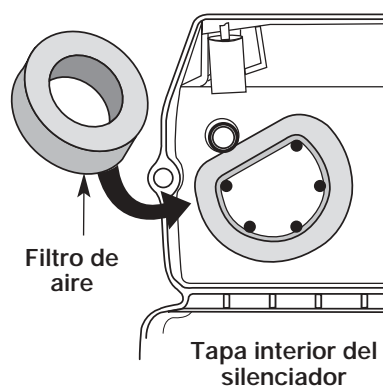

Fig. 37
2. Gire la tapa y ubique el filtro de aire adentro. Saque el filtro de aire de adentro de la tapa del filtro de aire / silenciador (Fig. 37)
6. Cambie el filtro de aire dentro de la tapa del filtro de aire / silenciador. (Fig. 37).